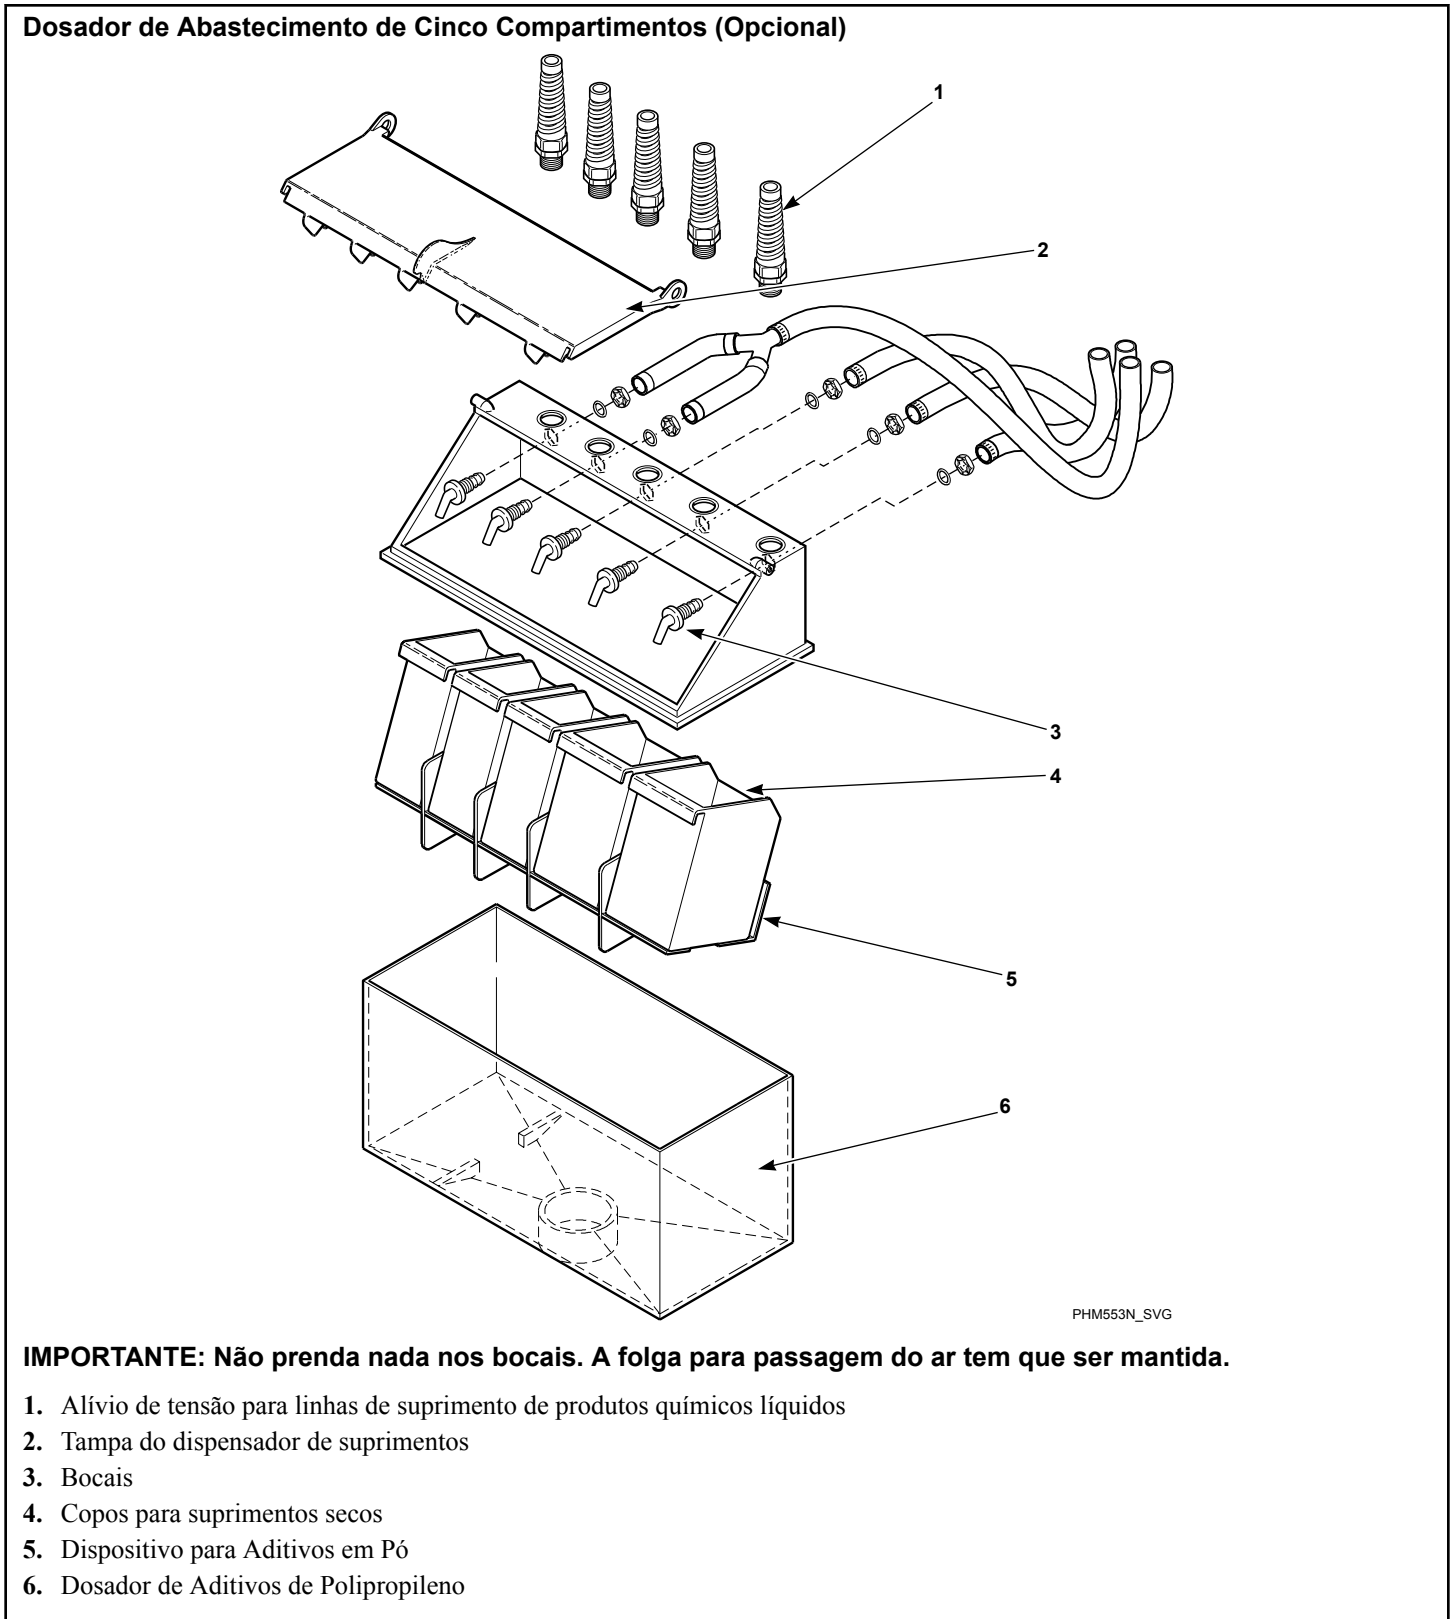

Figura 35
IMPORTANTE: O gotejamento de produto químico não diluído pode danificar a máquina. Todas as bombas dispensadoras de aditivos químicos por injeção e a tubulação da dispensação devem ser montados abaixo do ponto de injeção da lavadora. Se essas instruções não forem seguidas, os loops na tubulação não evitarão o gotejamento. A *Figura 34* mostra um sistema típico de suprimento de produtos químicos por injeção. A *Figura 35* mostra um sistema típico de suprimento de cinco compartimentos.
1. Remova a proteção destacável do dosador de aditivos. Consulte a *Figura 35* . Os bujões estão montados no interior do anel de tubulação.